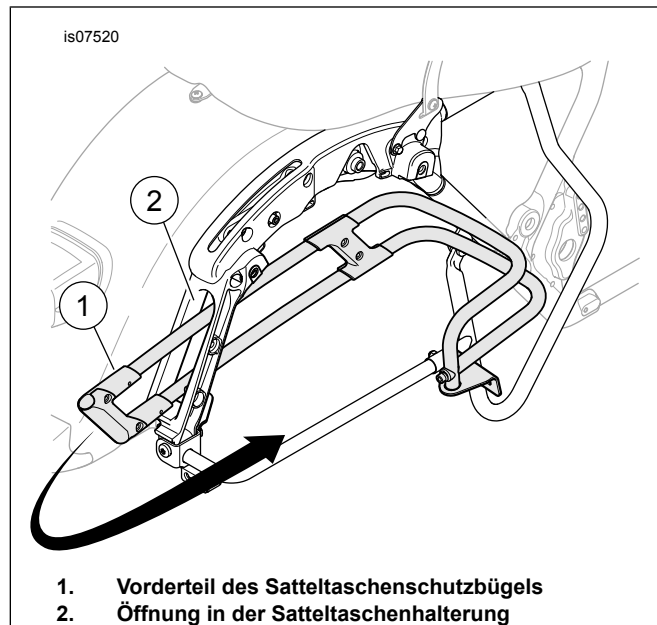

Abbildung 1. Einbauverlauf
3. Siehe Abbildung 1. Das Vorderteil des Schutzbügels (1) von vorne nach hinten durch die Öffnung in der Satteltaschenhalterung (2) führen. Dann das Vorderende des Schutzbügels herumdrehen, bis es in der korrekten Position sitzt.